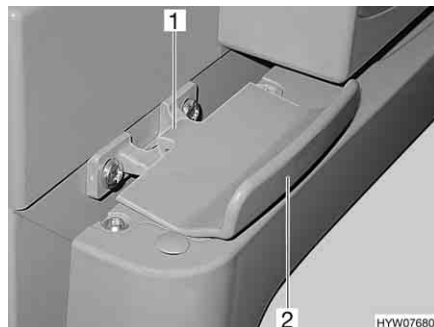

Bild 184 Verriegelung der Kühlschranktür, geschlossen (Thetford)
- Kühlschranktür am Griff (Bild 184,2) öffnen. Die Verriegelung (Bild 184,1) wird automatisch gelöst.